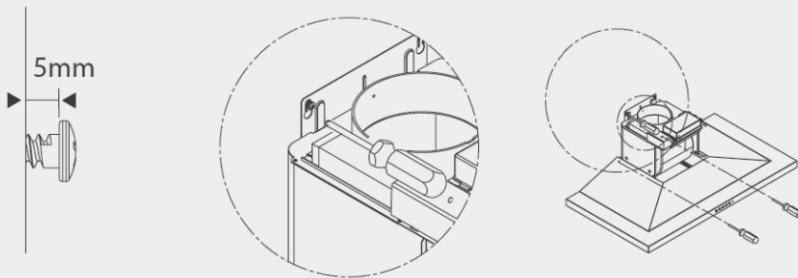

Рис.3
- Подвесьте вытяжной колпак на 2 шурупа (**рис.3**).